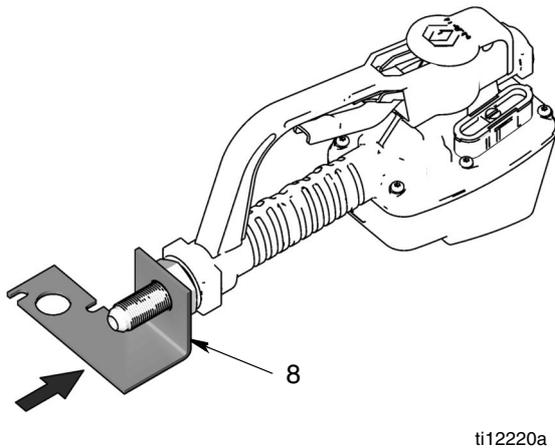

FIG. 7
7. Installez le support (8) sur les filets du raccord de traversée de cloison (3). Référez-vous à la FIG. 7 pour un alignement correct du support du compteur. De plus, si vous suivez la procédure décrite dans les étapes a - b (ci-dessous), cela vous aidera à ajuster correctement le support.
- a. Enlevez le compteur de l'étau et placez-le la face vers le bas sur une surface rembourrée de sorte que le support et le dessus de la table soient à angle droit comme illustré dans la FIG. 7.
- b. Alignez le support (8) et le compteur, en vous assurant que le support soit parallèle à la face du compteur et correctement orienté pour installation dans la barre d'huile comme illustré dans la FIG. 7.